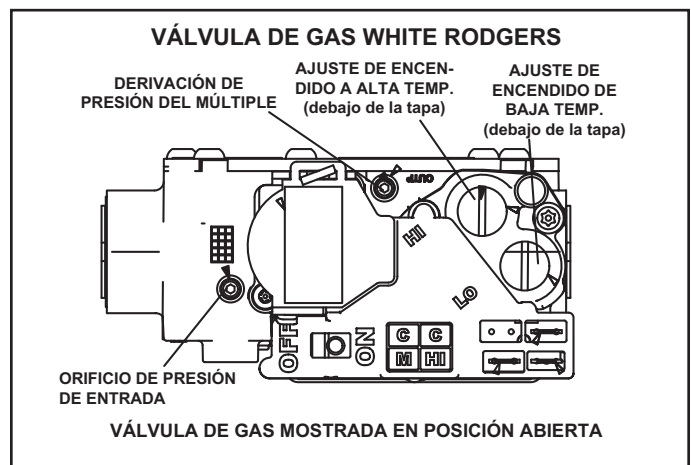

FIGURA 24
## Operación de la válvula de gas (FIGURA 24)
- 6 - Mueva el interruptor en la válvula de gas a la posición OFF (apagado). No lo fuerce. Ver la FIGURA 24.
- 8 - Mueva el interruptor en la válvula de gas a la posición ON (apagado). No lo fuerce. Ver la FIGURA 24.
- 4 - Mueva el interruptor en la válvula de gas a la posición OF (apagado). No lo fuerce. Ver la FIGURA 24.
Un tapón roscado en la válvula de gas permite acceso a la presión de suministro. Ver FIGURA 24. Retroceda el tornillo hexagonal de 3/32 una vuelta, conecte un tubo de 5/16 y conéctelo a un manómetro para medir la presión de suministro. Ver la TABLA 21 para la presión de la línea de suministro.
Un orificio de presión del múltiple en la válvula de gas permite acceso a la presión del múltiple. Ver FIGURA 24. Retroceda el tornillo hexagonal de 3/32 una vuelta, conecte un tubo de 5/16 y conéctelo a un manómetro para medir la presión del múltiple.
- 4 - Haga ajustes si es necesario. La FIGURA 24 muestra la ubicación de los tornillos de ajuste de encendido de alta y baja temperatura.